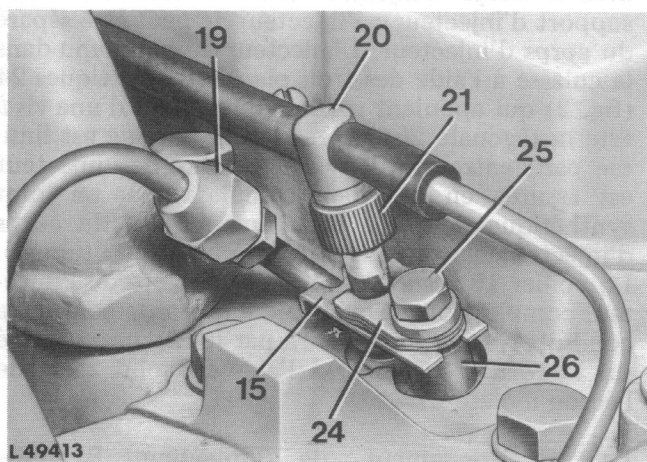
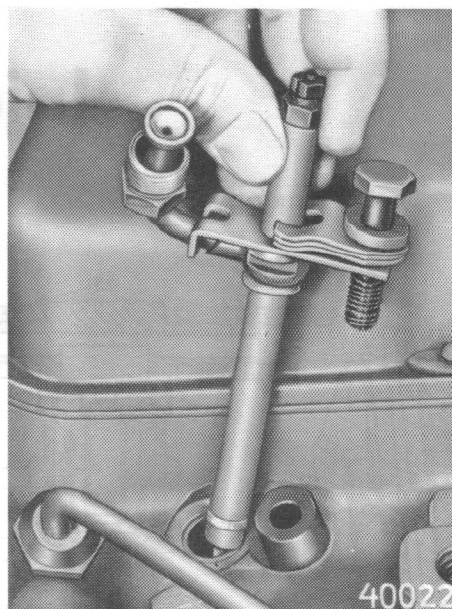
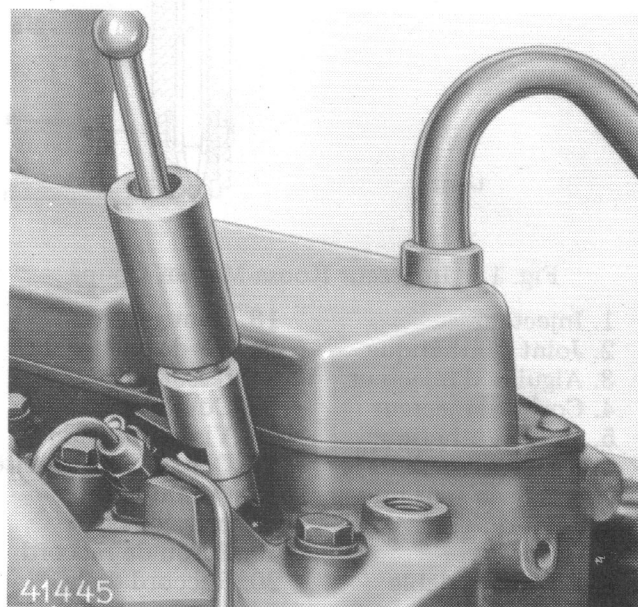

Fig. 2 — Injecteur monté
Fig. 3 — Injecteur retiré à la main
Fig. 4 — Extraction d'un injecteur à l'aide
L'injecteur lui-même ne forme qu'une seule pièce avec le corps d'injecteur (nommé habituellement support d'injecteur): l'injecteur ne peut être séparé du corps d'injecteur. L'injecteur est maintenu dans la culasse à l'aide des trois plaquettes élastiques 24 (fig. 2) qui appuient sur le collier 15 et d'une vis à tête hexagonale 25; la pression de serrage est limitée par l'entretoise 26. L'étanchéité de l'injecteur est assurée en bas dans la culasse par un joint synthétique 2, placé dans une rainure du corps d'injecteur et en haut par un joint synthétique 5. Le collier 15 assure la position correcte de l'injecteur complet dans la culasse. Le raccordement de la conduite de fuite est assuré par le raccord 20, fixé sur le corps d'injecteur à l'aide du joint 22 et de l'écrou moleté 21.
2. Séparer la conduite de fuite du ou des injecteurs à déposer du raccord 20 (fig. 2). Dévisser l'écrou moleté 21 du raccord 20; enlever le raccord et l'écrou moleté 21, avec le joint synthétique 22 (voir fig. 1).
4. Sortir la vis hexagonale 25 (fig. 2) de la culasse. Retirer l'injecteur complet à la main (voir fig. 3). Se cela n'est pas possible, parce que l'injecteur est bloqué dans la culasse par la calamine, utiliser l'outil spécial JDE 38 (voir fig. 4).